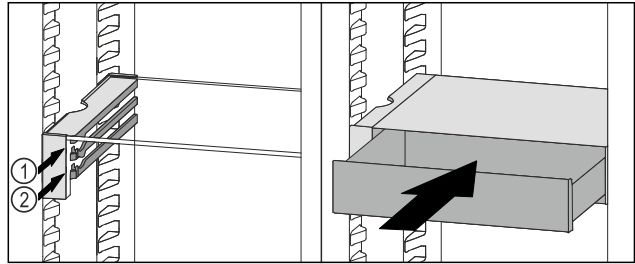

Fig. 129
- ▶ Aseta VarioSafe-vetolaatikko rajoittimien taakse halutulle kannattimelle Fig. 129 (1) tai Fig. 129 (2).